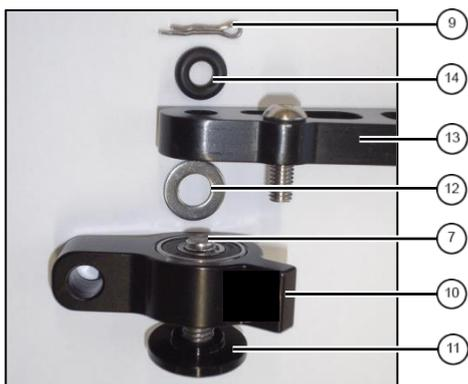

Abb. 5: Gelenkblock
5. Gelenkblock ^⑩ mit Schraube ^⑦ mit Gewindekleber, Lenkungslagerdeckel ^⑪ und Unterlegscheibe ^⑫ von unten an Lenkarm ^⑬ befestigen (siehe Abb. 5). **Anzugsmoment 8Nm.**
6. O-Ring ^⑭ aufstecken und Splint ^⑨ montieren (siehe Abb. 5).